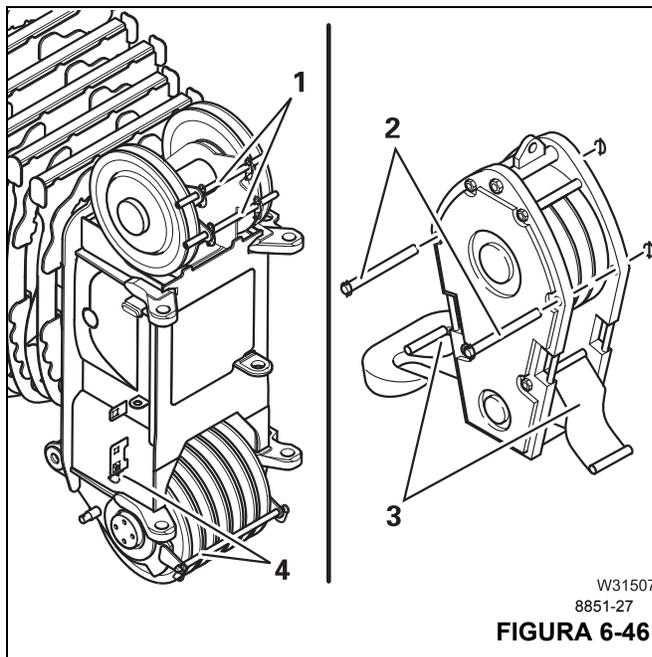

FIGURA 6-46
- Extraiga las varillas (2, Figura 6-46).
- Despliegue las placas hacia abajo (3).